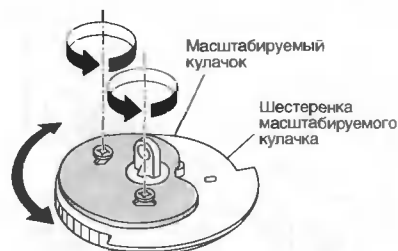

Рис. 9. Регулировка положения кулачка масштабирования относительно кулачка привода
3. Если разрешающая способность в каждой точке находится в пределах нормы, регулировку можно считать завершённой. В противном случае необходимо выполнить регулировку смещением положения кулачка масштабирования относительно кулачка привода. Не допускайте смещения шестеренки масштабирующего кулачка во время проведения регулировки (см. рис. 9).